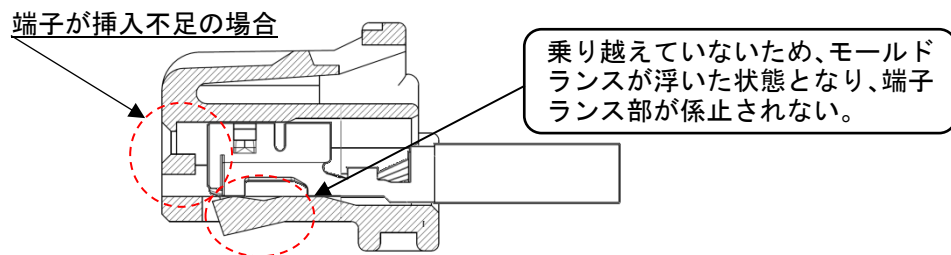

Fig.6-5 不完全装着の場合
- ※モールドランスが正規の位置に戻っていない箇所（不完全装着状態：Fig.6-5参照）では、モールドランスが最も変形している状態です。そのため、この状態のハーネス品は、端子を再挿入したとしても、モールドランスが変形し、正規の位置に戻らず、保持力が低下する場合が御座います。このような場合は、必ずリセプタクルハウジングを取り替えて頂くよう、お願い致します。
- ⑤ ハーネス加工後のチェック時には、電線を極端に曲げる、または突っ張る状態での使用は避けてください。電線の張力により端子圧着部やリセプタクルハウジングの端子装着部に力が加わり、接点不良の原因となります。
- ⑥ ハーネス加工後における導通チェックの際には適合する嵌合相手以外のものに挿入しないでください。端子の変形等による接触不良の原因となります。